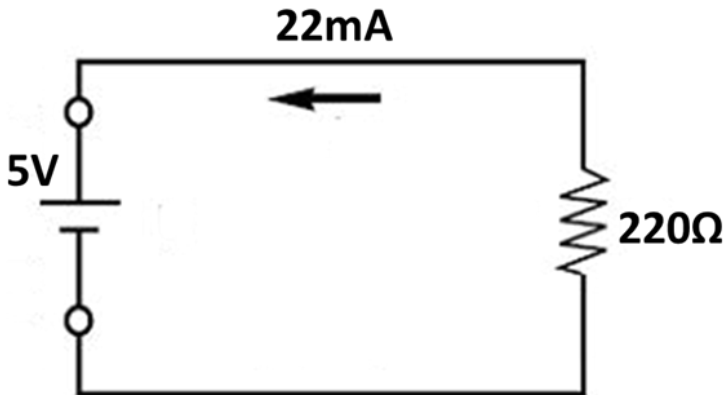

Figura 2.3: Aplicação da Lei de Ohm
A tensão é expressa em Volts (V), a corrente em Amperes (A) enquanto a resistência em Ohms ( $\Omega$ ). Desta forma, considerando o circuito elétrico (Figura 2.3) no qual temos uma tensão de 5V aplicada sobre uma resistência de  $220\ \Omega$  o que irá produzir uma corrente de 0,022A ou 22mA.